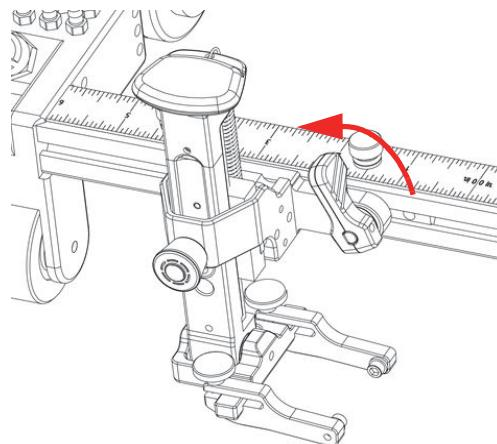

图 2-14 定位杆处于解锁位置
1. 逆时针转动定位杆, 解锁探头托架(参见第51页的图 2-14)。